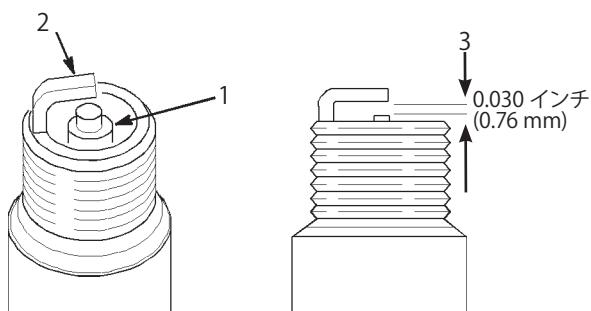

図58
1. 中央の電極部(図58)を観察する。薄茶色や灰色になつていれば正常に燃焼している。碍子が黒くなっているのは不完全燃焼である(エア・クリーナの汚れが原因であることが多い)。
- 2 すきまゲージでエア・ギャップの点検を行い、隙間の大きさが適切でなければ側面の電極を注意深く曲げて調整する(図58)。